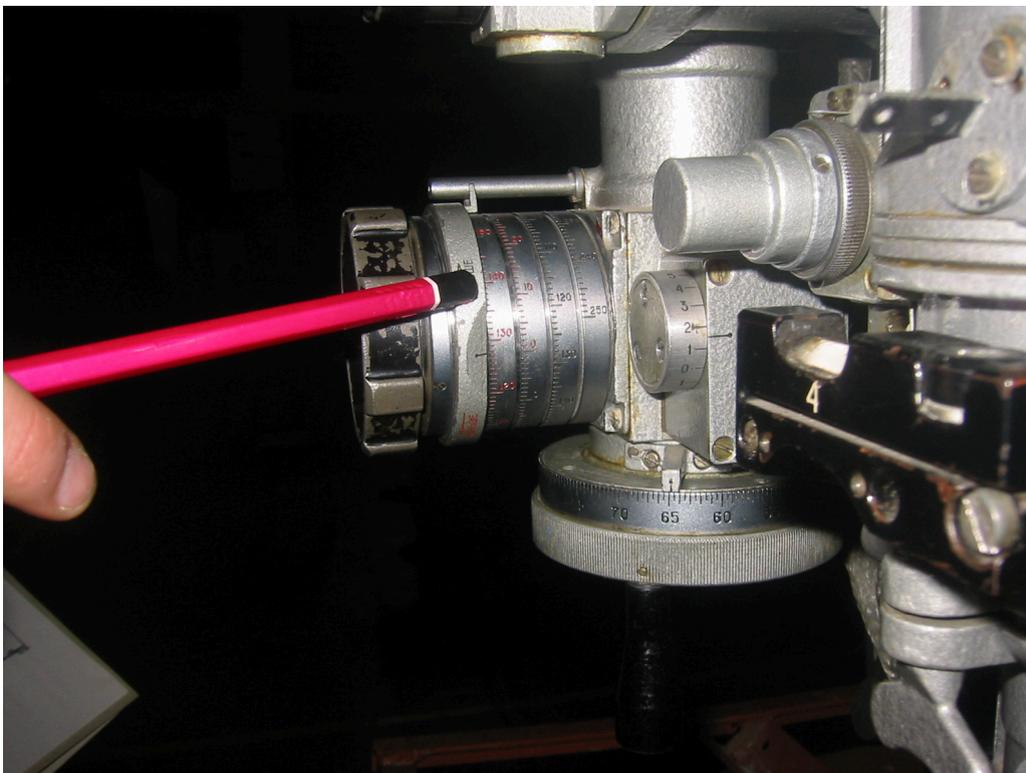

Рис.3. Механизм углов места цели.
4. вращением маховичка МЕНЬШЕ-БОЛЬШЕ установить нулевое значение на механизме углов места цели (рис.3);